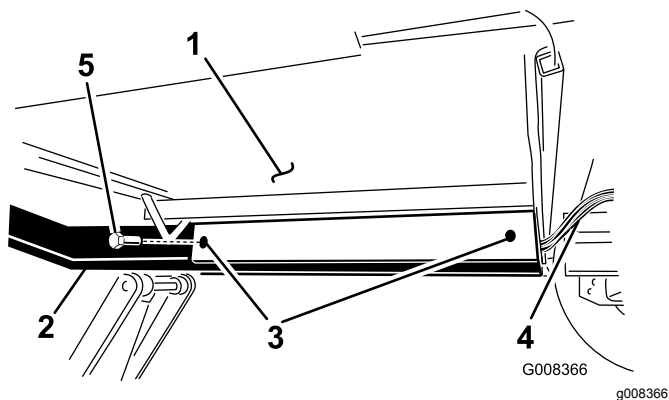

Figure 5
7. Avec l'aide d'une autre personne, insérez un boulon ($\frac{5}{8}$ x 3 po) dans les trous. Soulevez l'avant de la flèche pour aligner les trous avant et fixez la flèche en place à l'aide d'un boulon ($\frac{5}{8}$ x 3 po) (Figure 5).